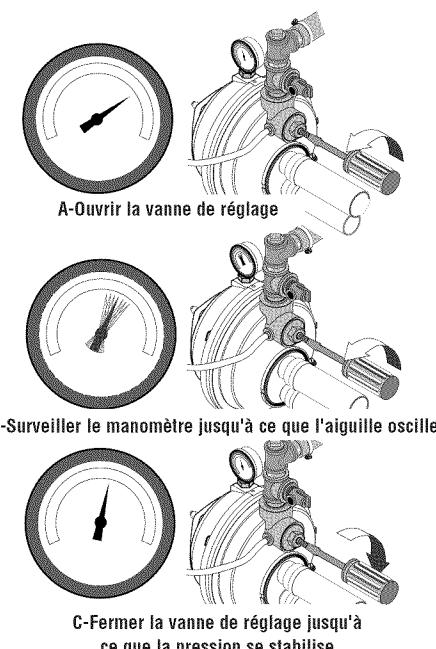

Figure 17 : Régler la vanne de réglage
- Lorsque la pression s'est accumulée et stabilisée à environ 50 lb/po², ouvrir lentement la vanne de réglage (voir la Figure 17) et laisser chuter la pression jusqu'à ce que l'aiguille du manomètre commence à osciller. Pendant que l'aiguille oscille, fermer suffisamment la vanne de réglage pour arrêter l'aiguille d'osciller (voir la Figure 17). La pompe fonctionne maintenant à son point le plus efficace.